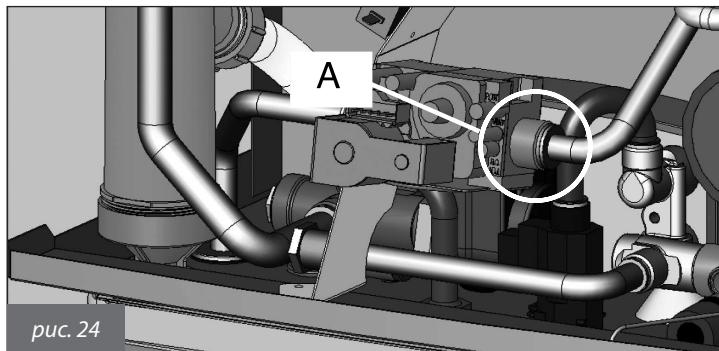

рис. 24
- отвинтить соединение на выходе из газового клапана (**A** на рис. 24);
- восстановить соединение на выходе из газового клапана (**A** на рис. 24);